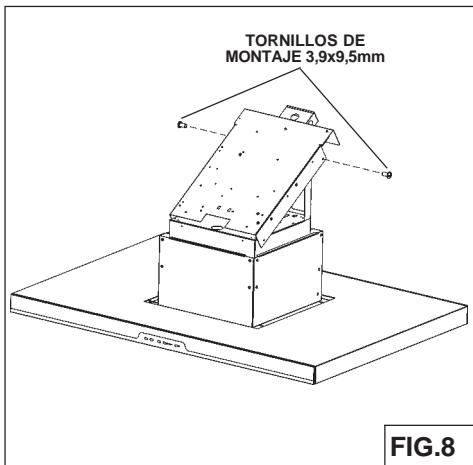

FIG.8
1. Retire la caja del sistema eléctrico del bastidor de la chimenea quitando (2) tornillos de 3.9 x 9.5 mm. (Fig. 8).